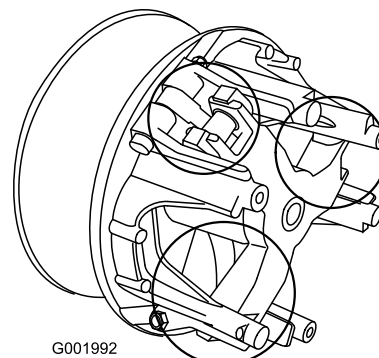

Figura 58
5. Lubrifique as peças móveis nas áreas assinaladas com um círculo em Figura 58 utilizando o Dry Lubricant Spray da Toro, disponível no revendedor ou distribuidor autorizado Toro.